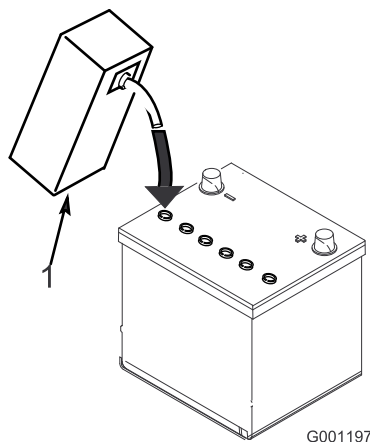

図 22
2. 各セルに慎重に電解液を満たす。電極板が 6 mm 程度水没するぐらいが適当（図 22）。
3. 電極板が液を吸収するまで 20～30 分程度待つ。必要に応じて、電極板が 6 mm 程度水没するぐらいに電解液を補充する（図 22）。